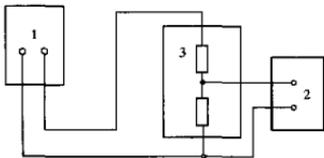

图 4 分压器降压测电压误差连线图
15.7 耐压测试仪的电压示值误差还可采用如图 4 所示的分压器降压的方法测试。